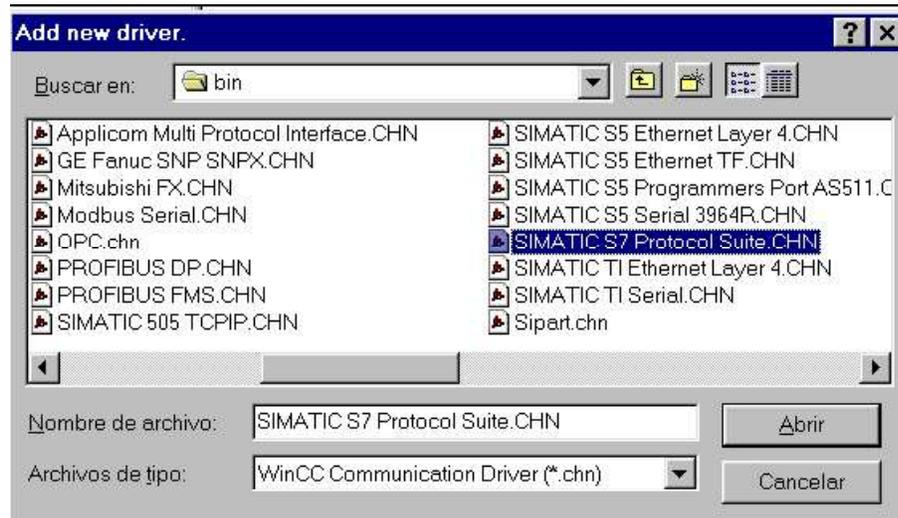

Imagen 4.6.
- Seleccionar “Tag Management” con el botón derecho del raton y elegir “Add NewDriver”. Aparecerán los drivers disponibles y seleccionaremos el deseado. (Ver Imagen 4.6)